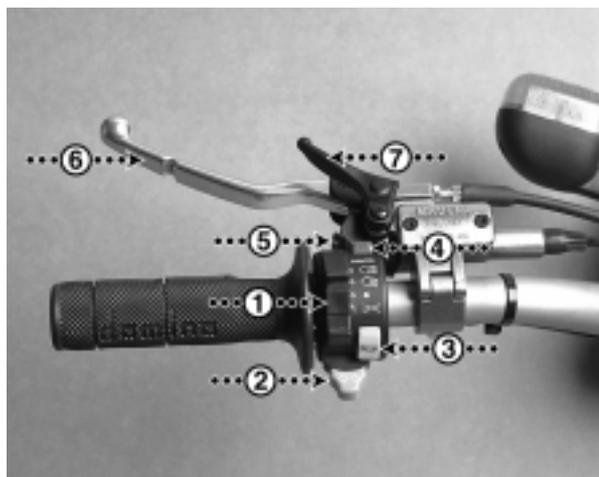

Fig. 5E
- Fig. 5E Combination switch Type I: